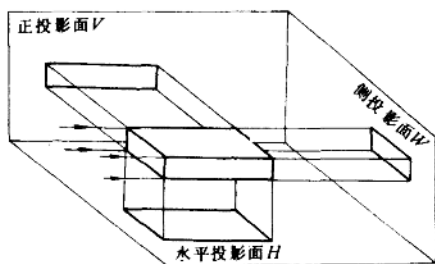
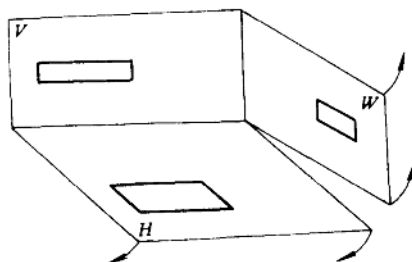
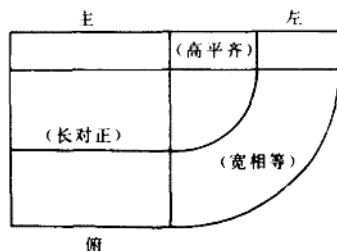

图 1-2 长方体在三个投影面上的投影
图 1-3 投影面的展开
图 1-4 展开后长方体的三视图
(2) 三视图 将长方体置于三个互相垂直的投影面体系中, 使其底面与水平投影面平行, 前面与正投影面平行, 分别向三个投影面投影, 可得到长方体的三个视图(见图 1-2); 将三投影面按图 1-3 中箭头所指的方向顺次旋转展开, 即形成三视图, 见图 1-4。